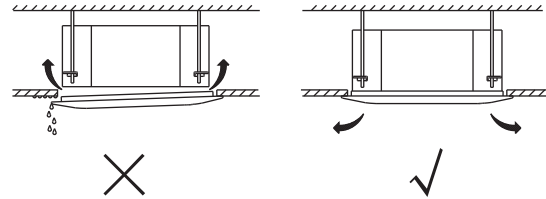

Рис. 10-4
- после установки декоративной панели, убедитесь в отсутствии зазоров между корпусом блока и декоративной панелью (рис. 10-4)